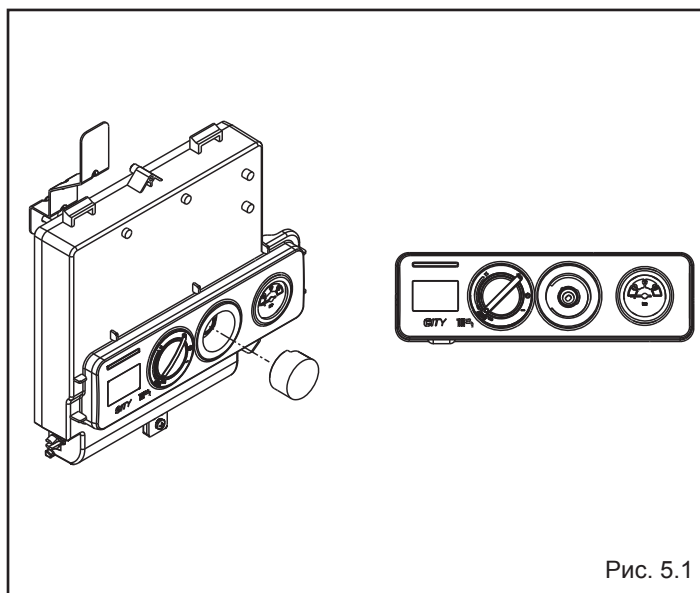

Рис. 5.1
- подцепите с помощью отвертки и удалите заглушку на панели управления (рис. 5.1)
- Откройте кран подпитки (находится вне котла) и держите его открытым до тех пор, пока давление не поднимется до уровня от 1 до 1,5 бар (рис. 5.1а).
Рис. 5.1а